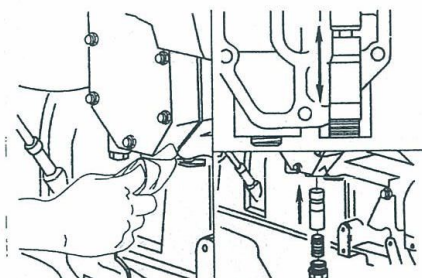

图 1-325 检查机油压力调节阀柱塞能否自由转动
(2) 机油压力调节阀卡在关闭位置 如果机油压力调节阀柱塞卡在关闭位置, 在正常运行温度下, 发动机将出现机油压力偏高的现象。这时应拆下机油压力调节阀, 检查柱塞能否自由转动, 见图 1-325。